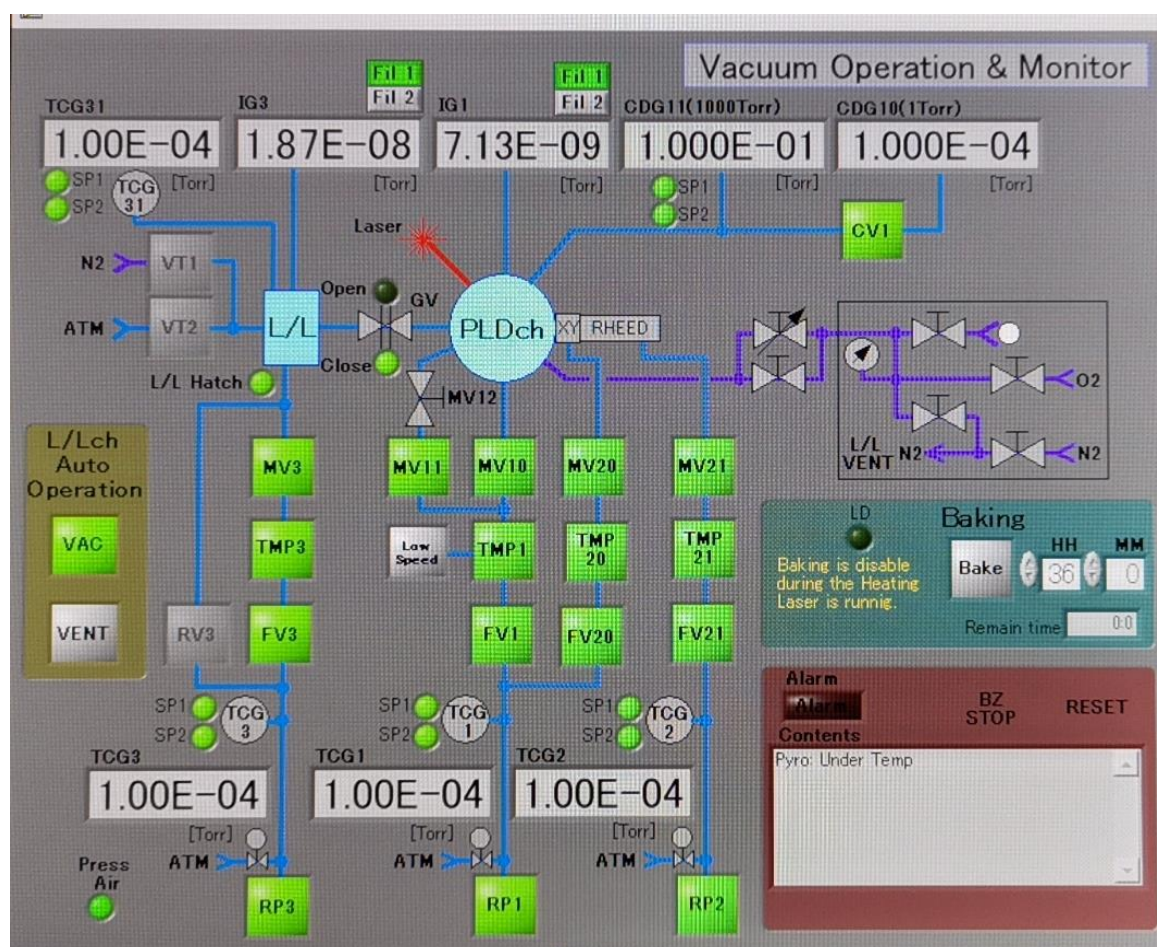
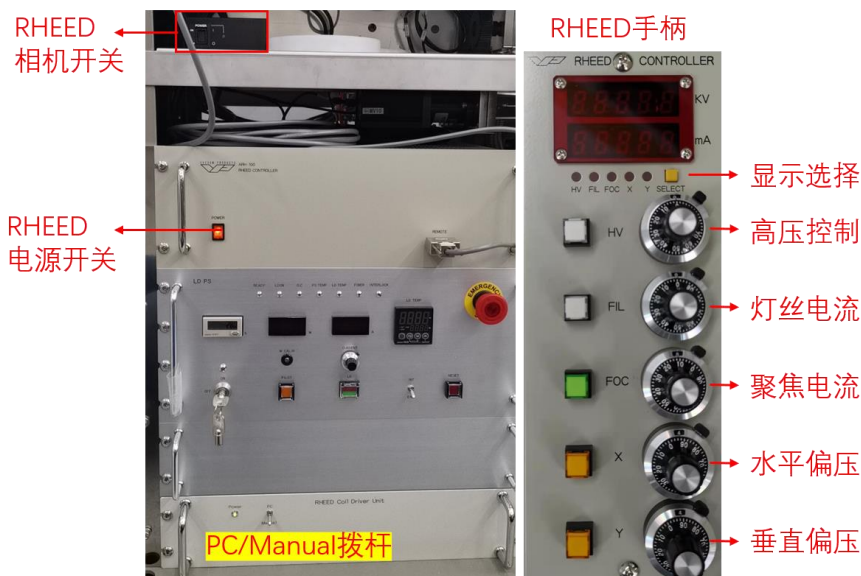
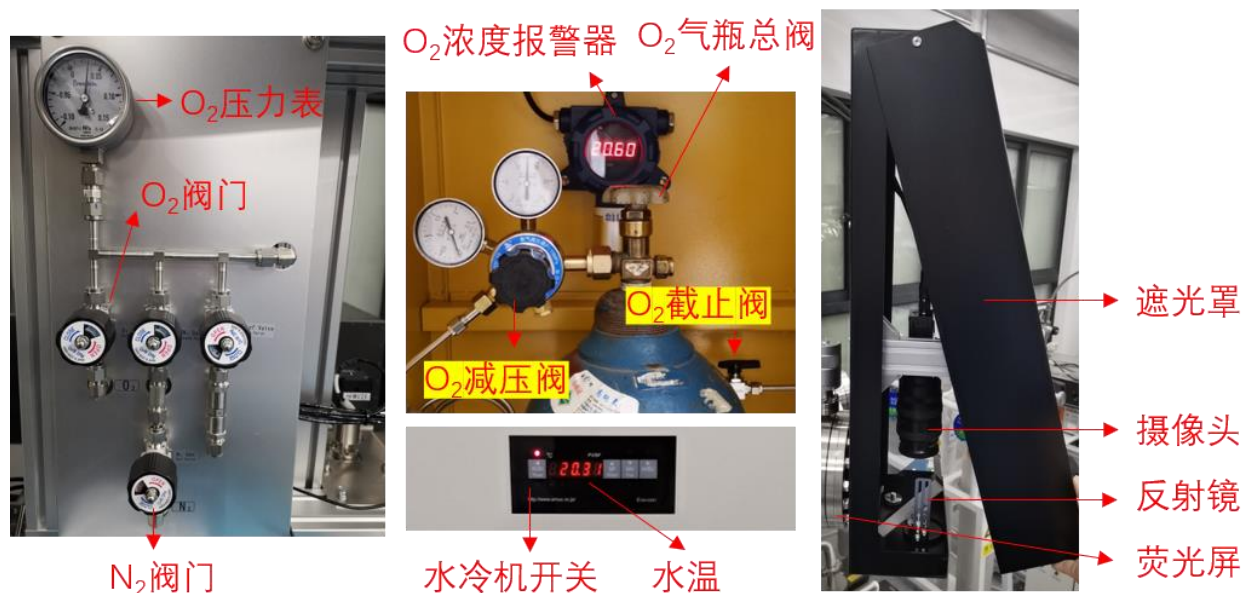

图 2 真空系统控制界面
图 4. RHEED 硬件控制部分
图 5. 气路面板、O₂ 气瓶柜、水冷机面板与 RHEED 的屏幕及摄像头部分
真空系统控制界面见图 2。RP1、RP2、RP3 为机械泵；TMP3、TMP1、TMP20、TMP21 为分子泵；TCG1、TCG2、TCG3 为热电偶规，用于分子泵连锁保护；TCG31 和 IG3 用于 L/L 不同真空范围的测量；IG1、CDG11、CDG10 用于主腔不同真空范围的测量。
如图 2 所示，RHEED 一级差分经由 MV20 连接分子泵 TMP20 和机械泵 RP1；二级差分经由 MV21 连接分子泵 TMP21 和机械泵 RP2。RHEED 的硬件控制部分如图 4 所示。屏幕及摄像头部分如图 5 最右边所示。
- (2) 检查 4 个分子泵是否正常工作
- (3) 检查 O₂ 气路是否处于正常状态 (见图 5)
- (1) 确认 GV 已经关闭 (图 2 中 close 灯亮);
- (2) 在真空系统控制界面 (图 2) 点击 VENT 按钮, 待其不再闪烁, 打开进样腔门;
- (3) 把准备好的衬底和靶材放入 L/L 相应位置内;
- (4) 关闭舱门, 在真空系统控制界面 (图 2) 点击 VAC, 待 VAC 完成, 观察真空正常后方可离开;
(1) 检查 O₂ 气路是否处于正常状态 (见图 4) ;
- (2) 将气路切换至 *O₂* 洗气状态 (见附录 8.2);
- (3) 在真空系统控制界面 (图 2) 关闭 IG3, 关闭 MV3, 关闭 FV3;
- (4) 在真空系统控制界面 (图 2) 打开 VT1 放入 *O₂*, 同时密切注意 LL 气压, 如气压持续增大, 立刻关闭 VT1, 并立即联系技术员;**
- (5) 在真空系统控制界面 (图 2), 打开 RV3 利用机械泵进行抽气, 待 LL 气压降至 1E-4Torr 以下时关闭 VT1;
- (6) 在真空系统控制界面 (图 2) 点击 VAC 恢复 LL 真空;
- (7) 前往气瓶间, 关闭气瓶减压阀;
- (8) 打开气瓶主阀, 将氧气放入减压阀后, 关闭气瓶主阀;
- (9) 缓慢打开减压阀, 将气压增加至 0.15MPa;